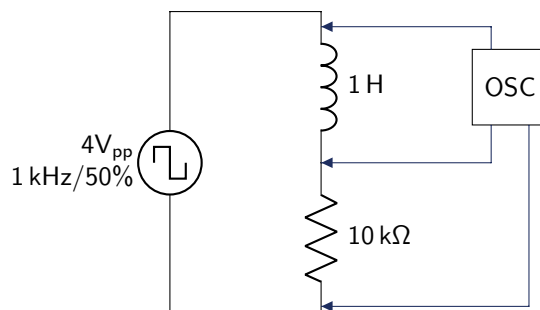

Figura 8.4: Circuito de medición para la corriente en la bobina.
4. Intercambie la ubicación de la resistencia y la bobina como se muestra en la figura 8.4.